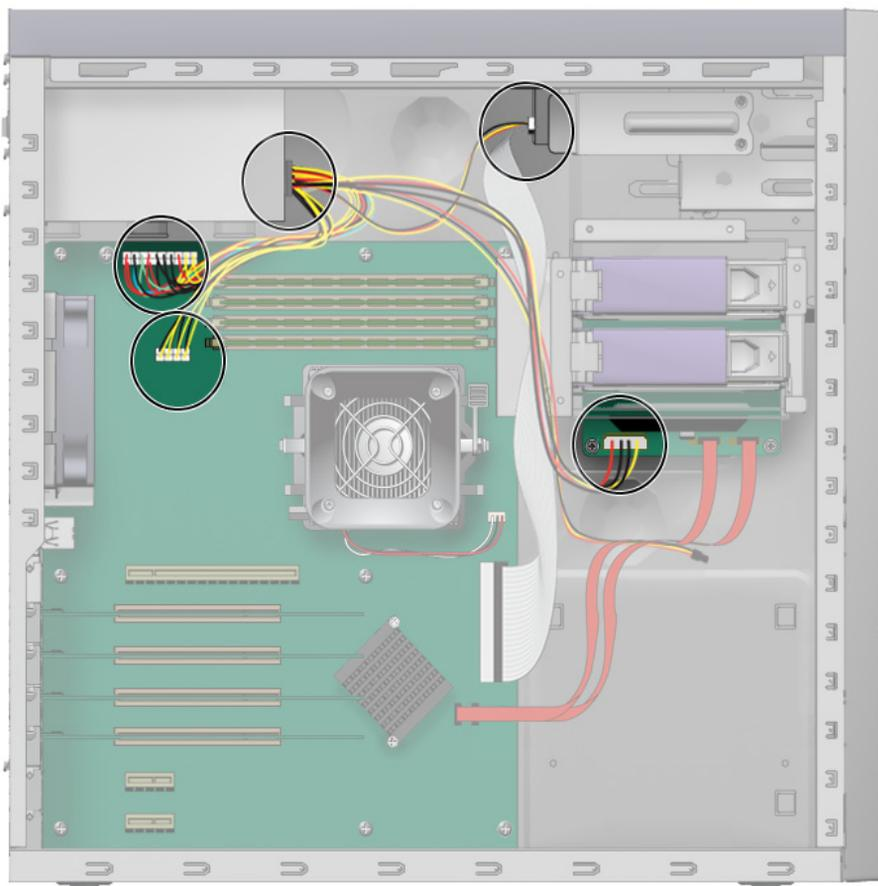

РИС. 4-27 Расположение соединений блока питания на материнской плате
4. Отсоедините разъемы от материнской платы и разомкните крепеж для разводки кабелей (см. РИС. 4-27).
5. Отсоедините разъемы питания, подсоединённые к материнской плате, дисководу DVD и объединительной плате SATA (см. РИС. 4-27 и ТАБЛ. 4-4).
6. Подсоедините кабели блока питания (см. РИС. 4-27 и ТАБЛ. 4-4) и закрепите их с помощью стяжки для разводки кабелей.